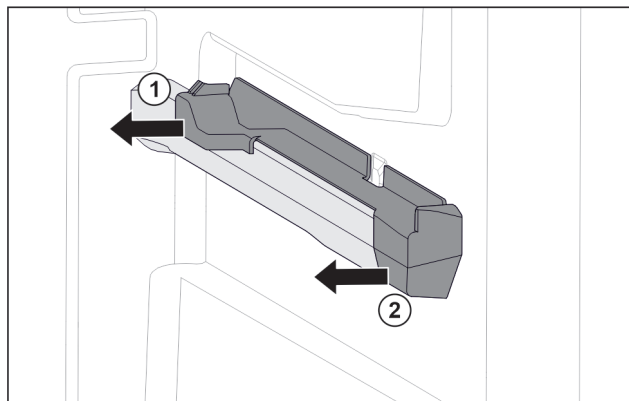

Fig. 118 Natični dio na desnom žlijebu spremnika
- ▶ Skinite natični dio straga u stranu. Fig. 118 (1)
- ▶ Skinite natični dio sprijeda u stranu. Fig. 118 (2)